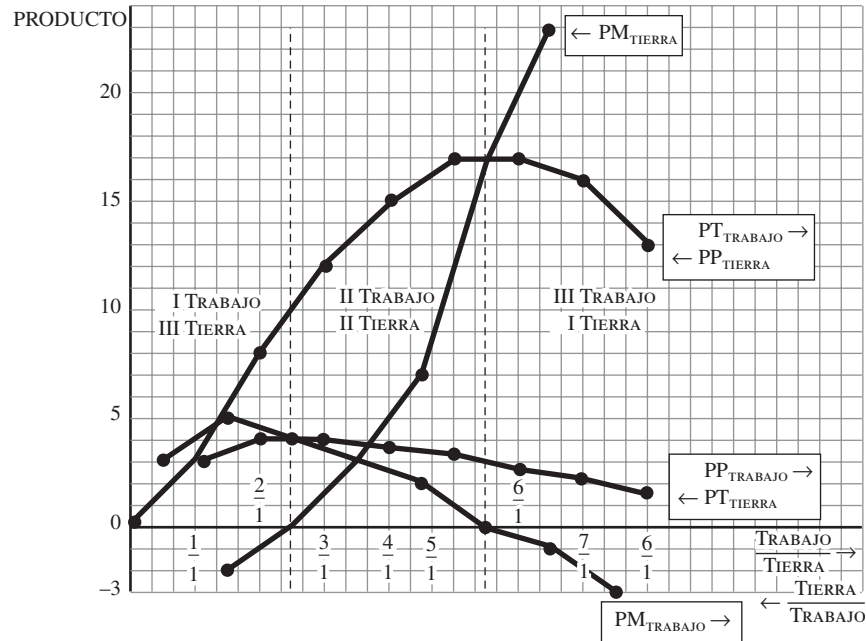

Figura 6-11
- a)* Si se comienza en la parte inferior del cuadro A se observa que 8 unidades de trabajo en 1 de tierra dan como resultado 13 unidades de producción; por tanto, al utilizar $1/8$ de la cantidad de trabajo y de tierra debe obtenerse $1/8$ de 13 unidades de producción debido a los rendimientos constantes a escala. En consecuencia, una unidad de trabajo utilizada en $1/8$ unidad de tierra produce $1/8$ de 13, o sea, $1\frac{5}{8}$ unidades de producción [vea el último renglón de la columna (3) en el cuadro B]. Las demás cifras en la columna (3) del cuadro B se obtienen siguiendo el mismo procedimiento. *Observe que el PT_{tierra} [columna (3) en el cuadro B] es idéntico al $PP_{trabajo}$ [columna (4) en el cuadro A].*
- b)* Con base en el PT_{tierra} es posible obtener el PP_{tierra} y el PM_{tierra} . La columna PP_{tierra} [columna (4)] se obtiene dividiendo el PT_{tierra} [columna (3)] entre las cantidades correspondientes de tierra utilizada [columna (1)]. Comenzando en la parte inferior del cuadro B se divide el PT_{tierra} de $1\frac{5}{8}$ entre $\frac{1}{8}$ unidades de tierra para obtener 13 como el PP_{tierra} correspondiente ($1\frac{5}{8} \div \frac{1}{8} = \frac{13}{8} \div \frac{1}{8} = \frac{13}{8} \cdot \frac{8}{1} = 13$). Las demás cifras para el PP_{tierra} se obtienen en forma semejante. *Observe que el PP_{tierra} [columna (4) en el cuadro B] es idéntico al $PT_{trabajo}$ [columna (3) en el cuadro A].*
- c)* El PM_{tierra} se obtiene por el cambio del PT_{tierra} dividido entre el cambio en la cantidad de tierra utilizada. Comenzando en la parte inferior del cuadro B se observa que, cuando la cantidad de tierra utilizada cambia de $\frac{1}{8}$ de unidad a $\frac{1}{7}$, el PT_{tierra} cambia de $1\frac{5}{8}$ a $2\frac{2}{7}$ unidades. Pasar de un PT_{tierra} de $1\frac{5}{8}$ a un PT_{tierra} de $2\frac{2}{7}$ representa un cambio de $37/56$ unidades de producción ($2\frac{2}{7} - 1\frac{5}{8} = \frac{16}{7} - \frac{13}{8} = \frac{128-91}{56} = \frac{37}{56}$). Pasar de $1/8$ a $1/7$ de unidad de tierra representa un cambio de $1/56$ unidad de tierra ($\frac{1}{7} - \frac{1}{8} = \frac{8-7}{56} = \frac{1}{56}$). Al dividir el cambio del PT_{tierra} ($37/56$) entre el cambio correspondiente en la cantidad de tierra utilizada ($1/56$) se obtiene el PM_{tierra} de $37(\frac{37}{56} \div \frac{1}{56} = \frac{37}{56} \cdot \frac{56}{1} = 37)$. Esto se registra en el último renglón de la columna (5) en el cuadro B. Las demás cifras para el PM_{tierra} registradas en la columna (5) del cuadro B se obtienen en forma semejante.
- 6.6 *a)* Sobre el mismo sistema de ejes, trace la información que se muestra en los cuadros A y B de la tabla 6.6. Haga que un movimiento de izquierda a derecha sobre el eje horizontal mida las razones crecientes trabajo/tierra dadas al desplazarse en forma descendente por las columnas (2) y (1) del cuadro A; el movimiento de derecha a izquierda a lo largo del eje horizontal mide entonces las razones decrecientes trabajo/tierra dadas al ascender por las columnas (2) y (1) del cuadro B. *b)* ¿Qué puede decir sobre las etapas de producción para el trabajo y el capital en la gráfica del inciso *a)*?
- a)* Un movimiento (en la forma acostumbrada) desde la parte superior hasta la inferior del cuadro A de la tabla 6.6 corresponde a un movimiento de izquierda a derecha en la figura 6-11 y se obtienen los conocidos $PT_{trabajo}$, $PP_{trabajo}$ y $PM_{trabajo}$ (al igual que en la figura 6-2). Por otra parte, un movimiento desde la parte inferior hasta la superior en el cuadro B de
la tabla 6.6 corresponde a un movimiento de *derecha a izquierda* en la figura 6-11 y se obtienen el PT_{tierra} , el PP_{tierra} y el PM_{tierra} . Este movimiento de derecha a izquierda a lo largo del eje horizontal en la figura se refiere a un *declive* de la razón trabajo/tierra (es decir, 8/1 a 7/1, 6/1, . . . , 1/1). Eso es igual que un *incremento* en la razón tierra/trabajo (es decir, de 1/8 a 1/7, 1/6, . . . , 1/1). Las flechas en la figura indican la dirección de los movimientos.
b) En la figura 6-11 se observa que el PT_{tierra} coincide exactamente con el $PP_{trabajo}$ y que el PP_{tierra} coincide exactamente con el $PT_{trabajo}$. Debido a esto, la etapa I para el trabajo corresponde a la III de la tierra; la etapa II para el trabajo abarca el mismo intervalo que la II para la tierra y la III para el trabajo corresponde a la I para la tierra. *Por consiguiente, con rendimientos constantes a escala existe una simetría perfecta entre las etapas de producción para el trabajo y la tierra.*